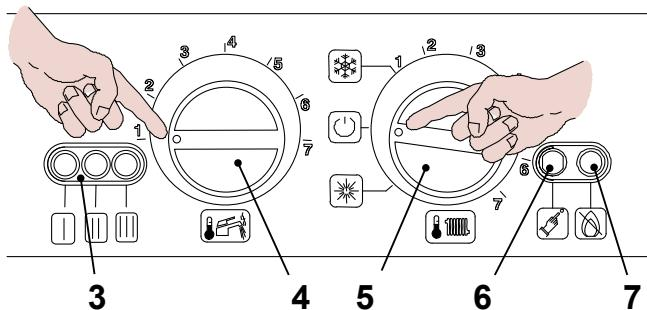
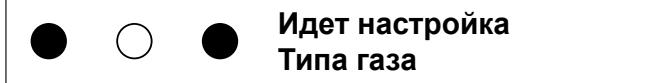
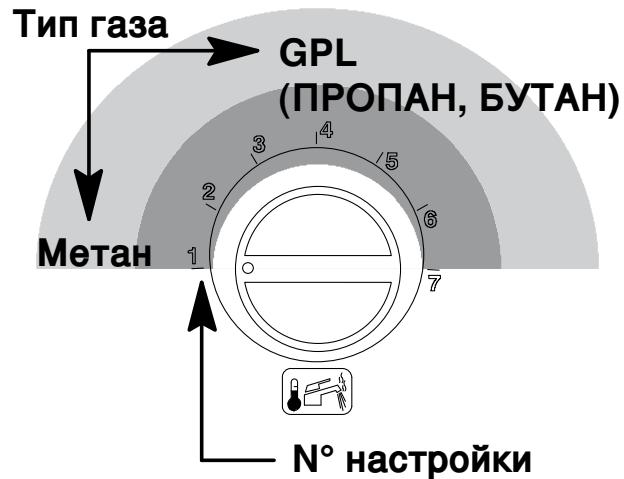

рис. 8.2
рис. 8.4
рис. 8.5
- Поверните переключатель 5 как показано в рис. 8.2 ; сигнальная лампа 3 будет мигать с интервалом в 4 секунды.
- Удерживайте нажатой кнопку перезагрузки 6 в рис. 8.2 в течение 10 секунд, лампа блокировки 7 в рис. 8.2 начнет мигать.
- Нажмайте кнопку перезагрузки 6 в рис. 8.2 (4 раза), пока не появятся сигнальные лампы 3 в рис. 8.2 врис. 8.4 (условные обозначения ламп на стр. 38).
Чтобы просмотреть заданные параметры, нажмите и придержите кнопку перезагрузки 6 в рис. 8.2 в течение 5 секунд. Сигнальные лампы 3 в рис. 8.2 вспыхнут количество раз, соответствующее настройке (рис. 8.5).
- Чтобы изменить настройку, поверните регулятор температуры сантехнической воды 4 в рис. 8.2 и установите его на желаемый тип газа рис. 8.5 (на рисунке регулятор установлен на газ Метан), сигнальная лампа блокировки 7 в рис. 8.2 быстро мигает.
- Чтобы внести в память настройку, нажмите кнопку перезагрузки 6 в рис. 8.2 и придержите ее в течение 5 секунд, сигнальные лампы 3 в рис. 8.2 вспыхнут и будут одновременно мигать, см. рис. 8.8 (условные обозначения ламп на стр. 38)